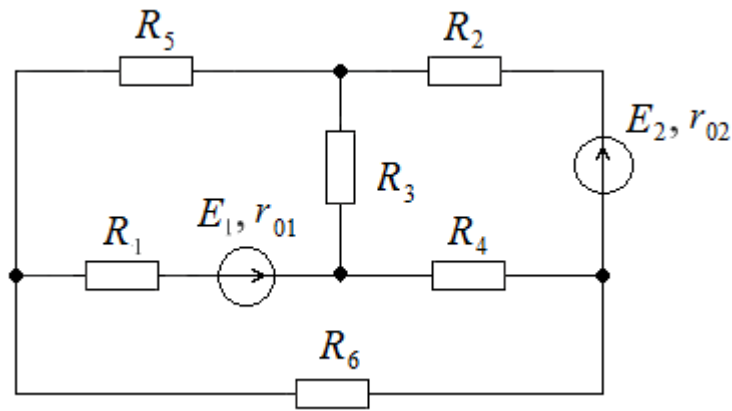

Рис. 124
57. Методом узловых потенциалов определить токи в электрической цепи (рис. 124), если $E_1 = 20$ В; $E_2 = 30$ В; $R_1 = 64$ Ом; $R_2 = 43$ Ом; $R_3 = 30$ Ом; $R_4 = 25$ Ом; $R_5 = 50$ Ом; $R_6 = 15$ Ом; $r_{01} = 1$ Ом; $r_{02} = 2$ Ом.